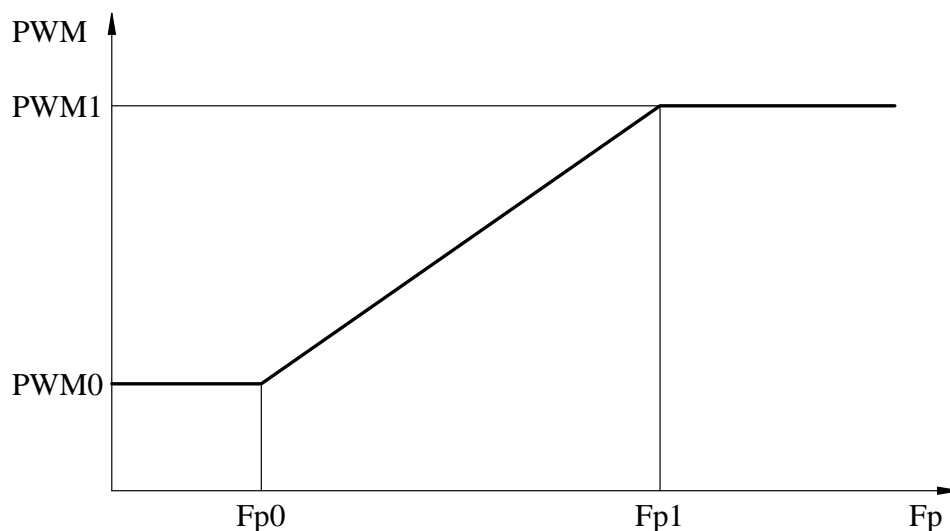

Рис. 6. Зависимость выходного относительного напряжения от частоты и табличных параметров.
**3.6.7. Тип 4** – параметры кривой выходного относительного напряжения ( $PWM=f(Fp)$ ) (рис.6) и дополнительные параметры.